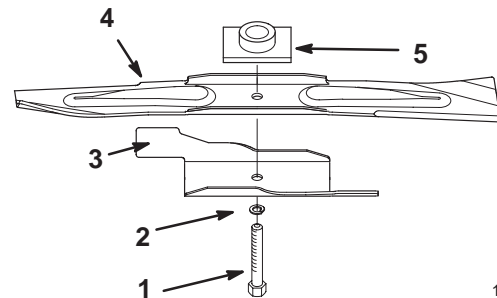

Figure 20
2. Enlevez le boulon de lame, la rondelle-frein, l'accélérateur et la lame (Fig. 20).